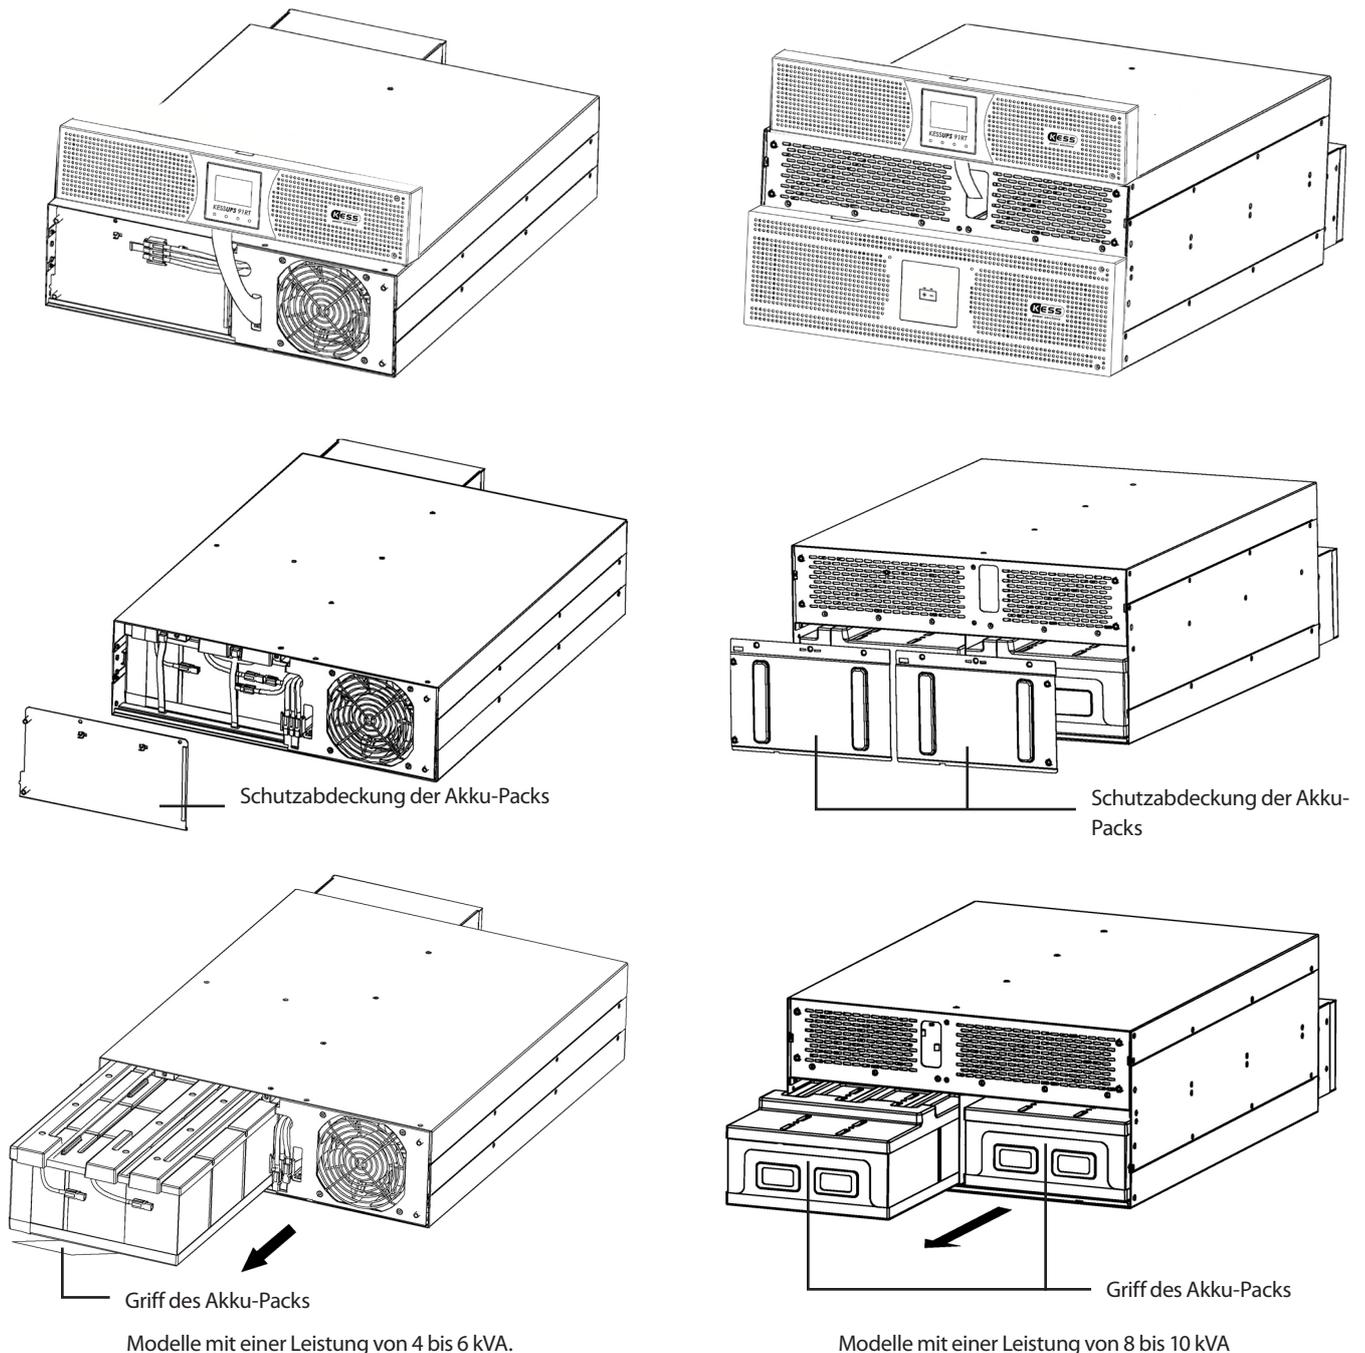

Abb. 4. Herausnahme des oder der Akku-Packs.
Gehen Sie wie folgt vor um den Akku-Pack oder Block herauszunehmen (bei 4 bis 6 kVA Modellen eine Einheit, bei 8 und 10 kVA Modellen zwei Einheiten - siehe Abb. 4):
- Wenn das Gerät vertikal aufgestellt wird, ist es empfehlenswert, das Bedienfeld mit LC-Display um 90° im Uhrzeigersinn zu drehen, um das Lesen der Angaben zu vereinfachen (siehe Abb. 4).